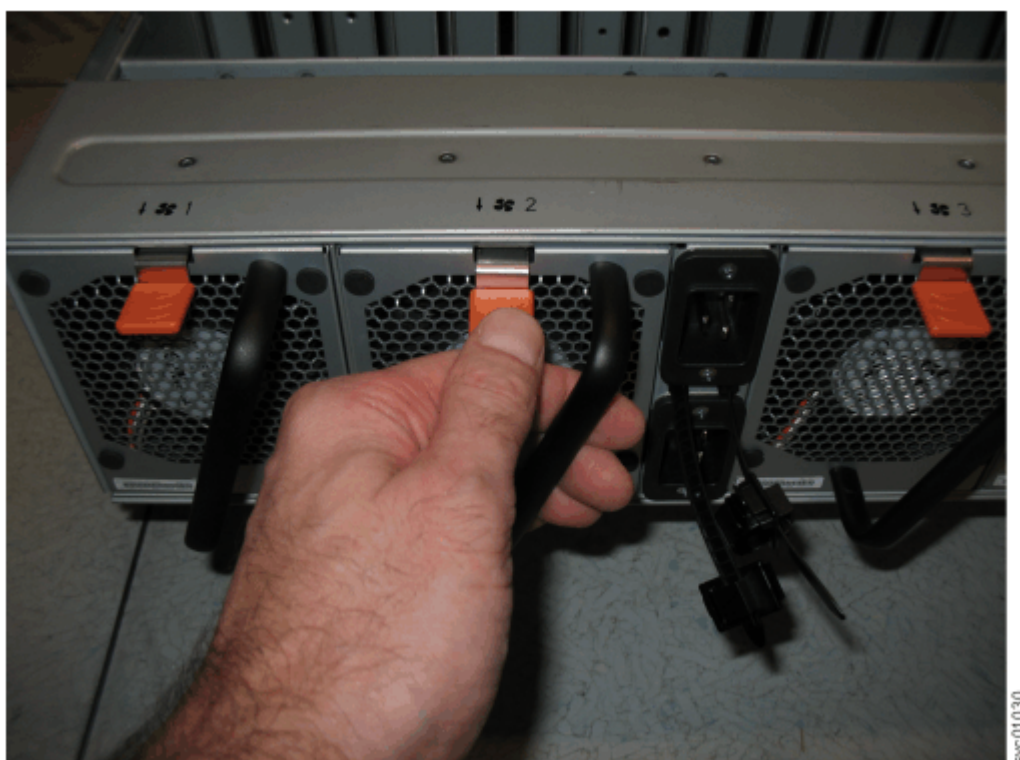

Рисунок 121. Фиксатор модуля вентиляции
2. Надавите на фиксатор модуля вентиляции (см. Рисунок 121 на стр. 107).